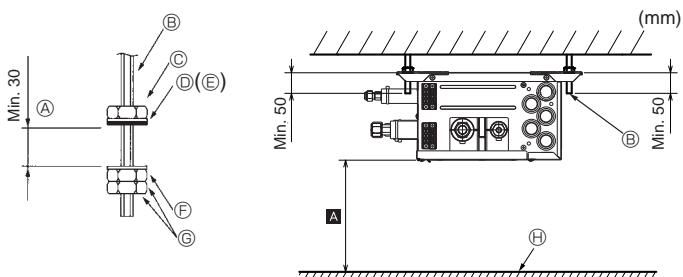

Fig. 6-1
- (2) Breng de ringen en moeren (①, ②, lokaal aan te schaffen) aan op de ophangbouten. (Fig. 6-1)
- (3) Hang de unit op de ophangbouten.
- (4) Draai de moeren volledig aan (controleer de hoogte ten opzichte van het plafond).
- (5) Stel de unit horizontaal af met een waterpas.
- ④ Als de unit is opgehangen en de moeren zijn aangedraaid
⑤ Ophangbout
⑥ Moeren
⑦ Ring (met kussen) ①
⑧ Het kussen moet zich aan de onderkant bevinden
⑨ Ring (zonder kussen) ②
⑩ Moer (lokaal aan te schaffen)